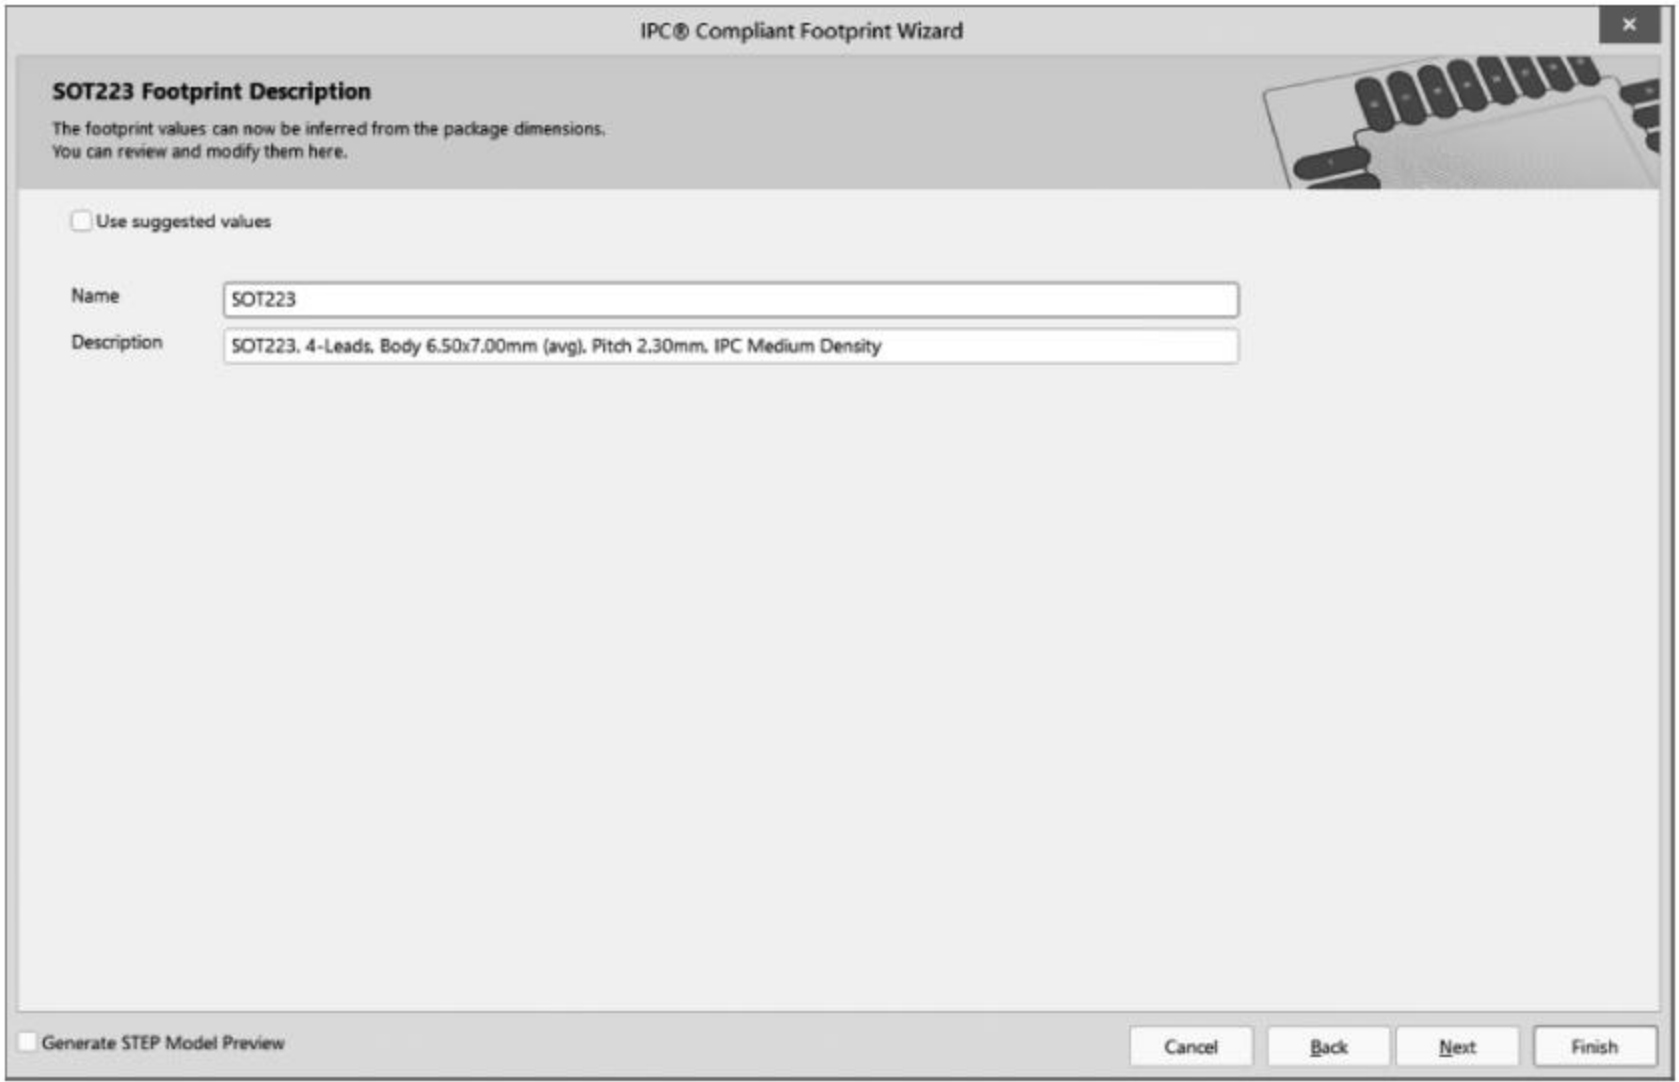

图 3-53 编辑封装信息
(4) 参数输入完成后,单击 Next 按钮。在弹出的对话框中保持参数的默认值(即不用修改),一直单击 Next 按钮。
(5) 直到最后一步,编辑封装信息,如图 3-53 所示。